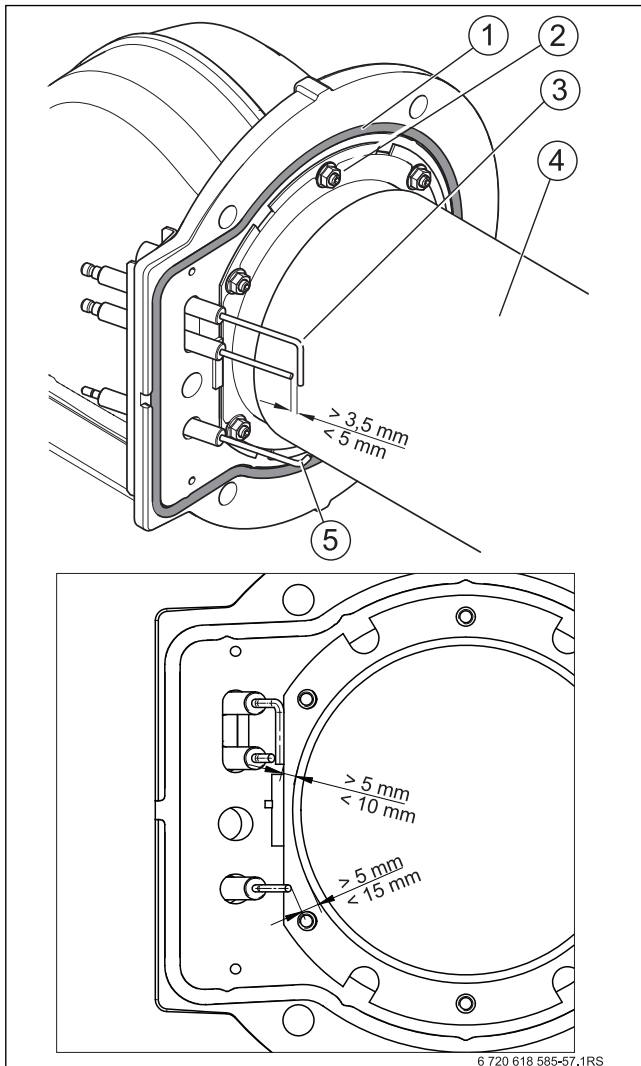

Fig. 55 Impostazione della posizione degli elettrodi
- Misurare le distanze degli elettrodi e compararle alle indicazioni nella fig. 55